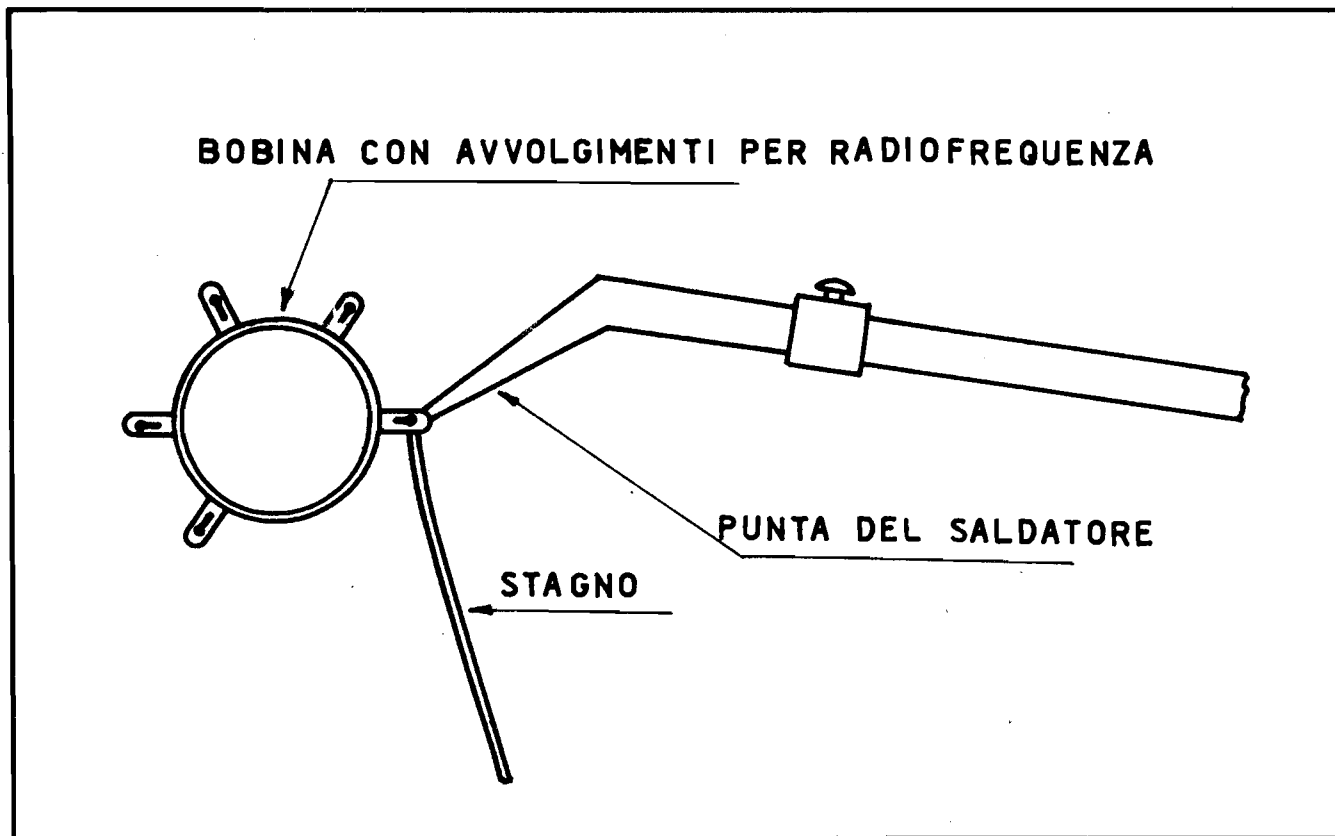

Fig. 19
- appena la goccia corre sul capocorda, allontanare lo stagno (fig. 19),